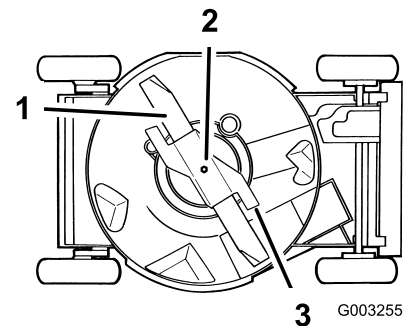

Figura 31
4. Coloque la máquina de lado con el filtro de aire hacia arriba (Figura 31).
Sujete el extremo de la cuchilla usando un paño o un guante grueso. Retire el perno de la cuchilla, la arandela de freno, el acelerador y la cuchilla (Figura 31).